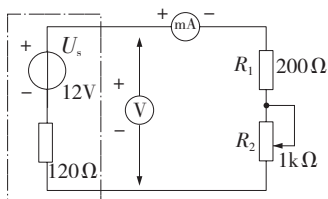

图 1-51 实际电压源模块
② 按图 1-51 接线，虚线框可模拟为一个实际的电压源。调节 R_2 ，令其阻值由大至小变化，记录两表的读数（表 1-6）。